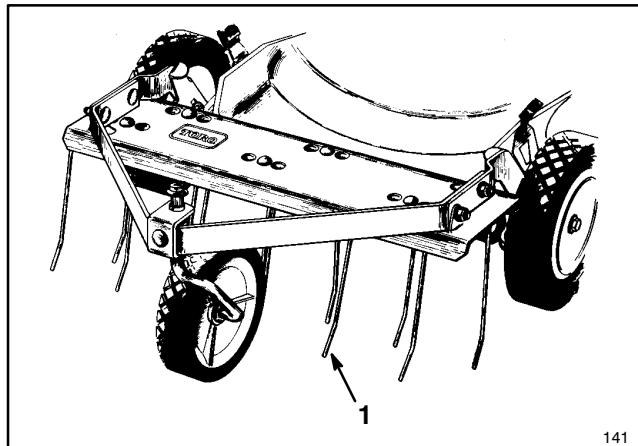

Figure 38
1. Déchaumeur (modèle 59131) — S'installe en quelques minutes à l'avant de la tondeuse afin de faciliter les manoeuvres. Des fourches à ressort désagrègent le chaume afin de permettre une bonne aspiration dans le sac à herbe (fig. 38) et donc un enlèvement pratique.